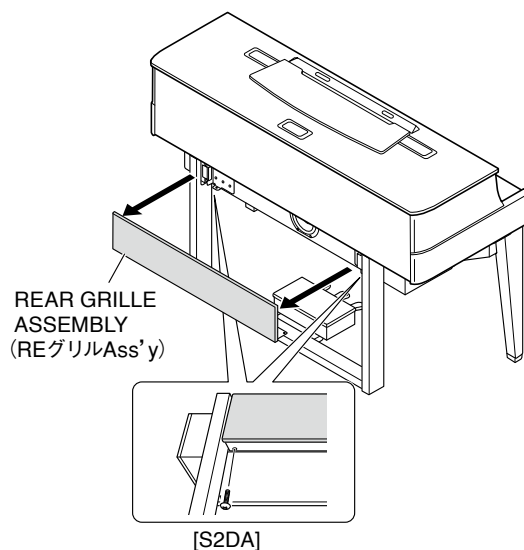

Fig. 4 (図 4)
- 5-2. Remove the two (2) screws marked [S2DA]. The rear grille assembly can then be removed. (Fig. 4)
- 5-2. [S2DA] のネジ 2 本を外して、RE グリル Ass'y を外します。(図 4)